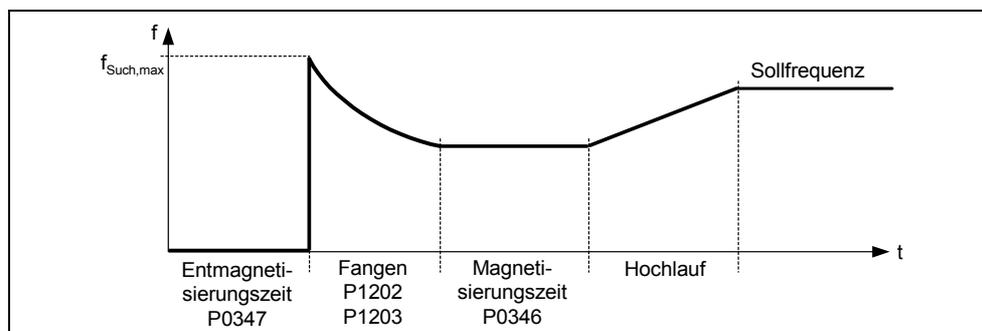

Bild 3-82 Fangen
In Abhängigkeit von Parameter P1200 wird nach Ablauf der Entmagnetisierungszeit P0347 das Fangen mit der maximalen Suchfrequenz $f_{\text{Such,max}}$ gestartet (siehe Bild 3-82).
- U/f-Kennlinie (P1300 < 20): Mit der Suchgeschwindigkeit, die sich aus dem Parameter P1203 berechnet, wird die Suchfrequenz abhängig vom Zwischenkreisstrom vermindert. Dabei wird der parametrierbare Suchstrom P1202 eingepreist. Befindet sich die Suchfrequenz in der Nähe der Rotorfrequenz, verändert sich der Zwischenkreisstrom plötzlich, da sich der Fluss im Motor aufbaut. Ist dieser Zustand erreicht, wird die Suchfrequenz konstant gehalten und die Ausgangsspannung mit der Magnetisierungszeit P0346 auf den Spannungswert der U/f-Kennlinie verändert (siehe Bild 3-82).